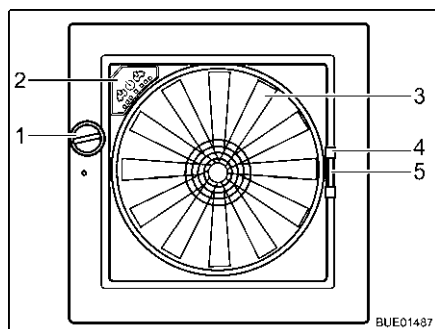

Fig. 100 Lanterneau Omni-Vent
- Tourner le bouton rotatif (Fig. 100,1) jusqu'à ce que l'angle d'ouverture désiré soit atteint.
- Tourner le bouton rotatif (Fig. 100,1) jusqu'à ce que le lanterneau soit entièrement fermé.
- Tirer la moustiquaire par la poignée (Fig. 100,4) vers le côté de cadre opposé.
- Presser la poignée (Fig. 100,5) du dispositif occultant.
Ventilateur Quand le lanterneau est ouvert, l'espace intérieur peut être ventilé et aéré avec un ventilateur à 6 niveaux de puissance (Fig. 100,3). La commande du ventilateur s'effectue sur son panneau de commande (Fig. 100,2).